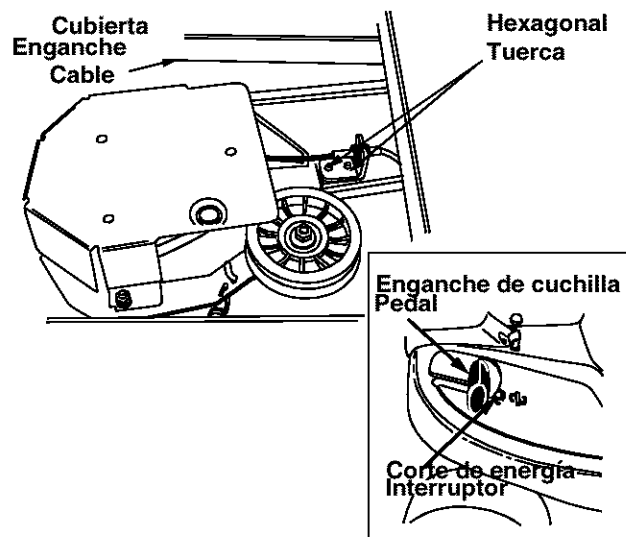

Figura 11
El pedal de enganche de la cuchilla debe ajustarse de modo que si lo presiona aproximadamente 3/4" desde el frente de la ranura, comience a enganchar la banda de la cubierta. El interruptor de corte de energía se localiza en la ranura del freno de la cuchilla del lado izquierdo del marco superior. Ver Figura 11. El pedal de frenos necesita hacer contacto con el interruptor de corte de energía para que el motor arranque.
El ajuste en el pedal de freno de la cuchilla se hace en el extremo del cable. Ver Figura 11.
1. Si la banda se patina cuando presiona el pedal de enganche de la cuchilla aproximadamente 3/4", afloje las dos tuercas hexagonales en el cable. Ver Figura 11.
2. Si la banda se engancha antes de que el pedal de enganche de la cuchilla esté a 3/4" del interruptor de corte de energía, apriete las dos tuercas hexagonales en el cable. Ver Figura 11.